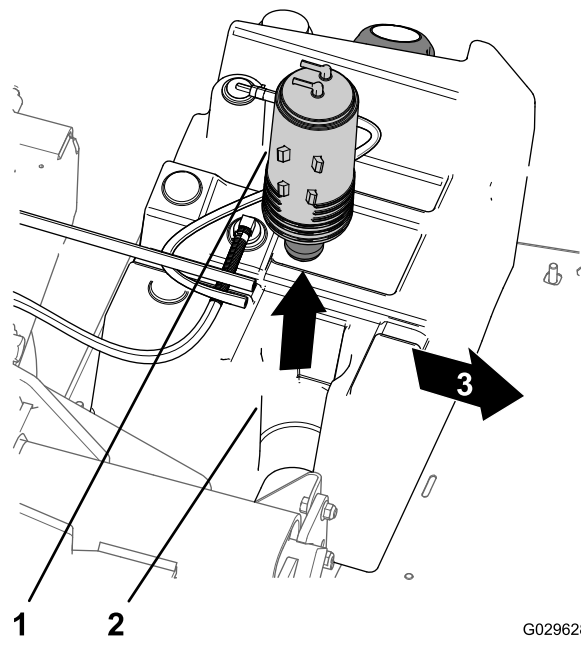

Figure 50
- Soulevez la cartouche de charbon de son support dans le réservoir de carburant (Figure 50).
7. Insérez la nouvelle cartouche de charbon actif dans son support sur le réservoir de carburant, en alignant les raccords marqués « Fuel Tank » et « Purge » vers l'arrière (Figure 50).